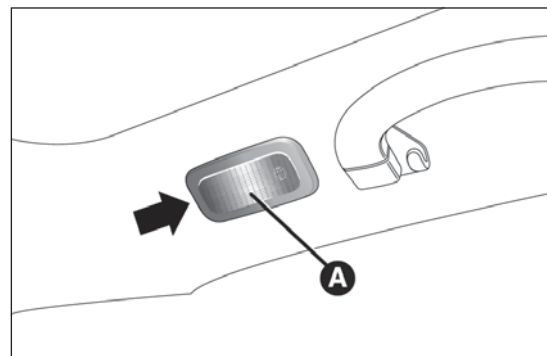

fig. 196
- agire nel punto indicato dalla freccia e rimuovere la plafoniera A fig. 196;